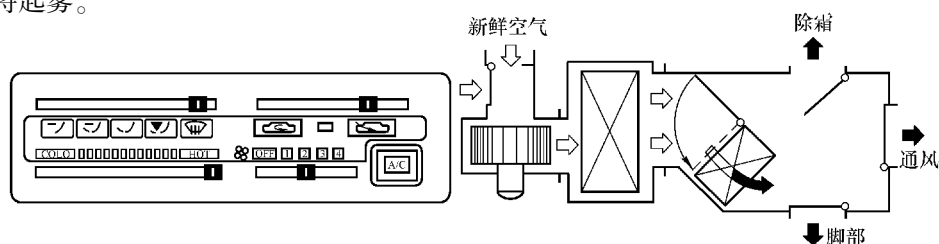

图 8-10 除霜模式示意图
(5) 除霜 如图 8-10 所示，当前部和侧面车窗结雾或结霜时，应使用该位置的通风模式。进气杆必须设置在 FRESH（新鲜）位置；如果设置在 REC（再循环）位置，车窗将起雾。